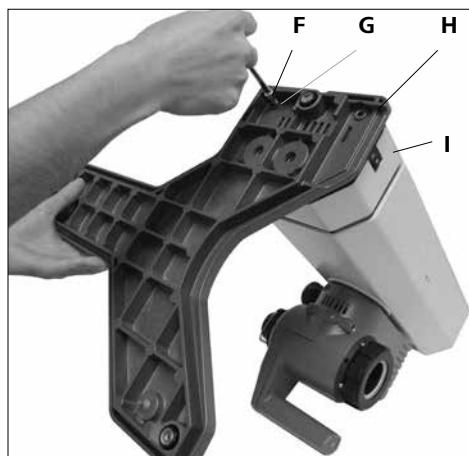

Fig. 7
1.) Montieren des Sockels an den Lift. (Fig. 7)
- Befestigen Sie den Sockel (**H**) mit den 4 Zylinderschrauben M6x25 (**F**) und den 4 Rippenscheiben (**G**) entsprechend der Abbildung am Lift (**I**). (Fig. 7)